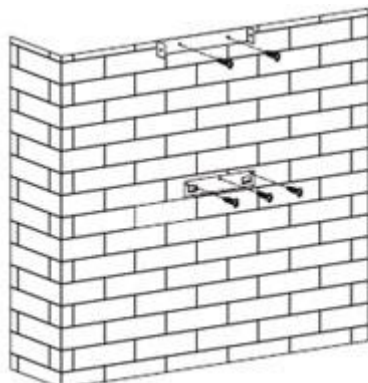

Рис. 2
- Просверлите 5 отверстий диаметром 8 мм в подходящем месте для установки крепления и внутреннего кронштейна. Смотрите рис. 2.
- Прикрутите и затяните крепление на стене с помощью прилагаемых винтов 3 шт. (4 мм x 40 мм) и дюбелей. Затем используйте 2 шт. винтов ST4*40 мм для крепления внутреннего кронштейна короба. Смотрите рис. 2.